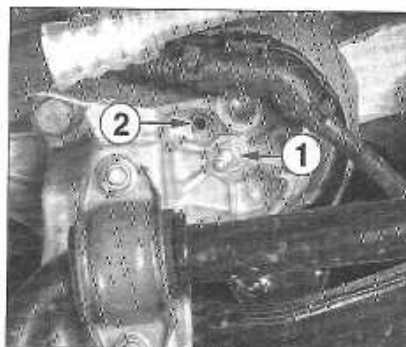

FIGURE 1-18
- Repérer la position de montage des vis (1) et des douilles (2) sur la partie inférieure des support AVD et AVG (figure 1-18).